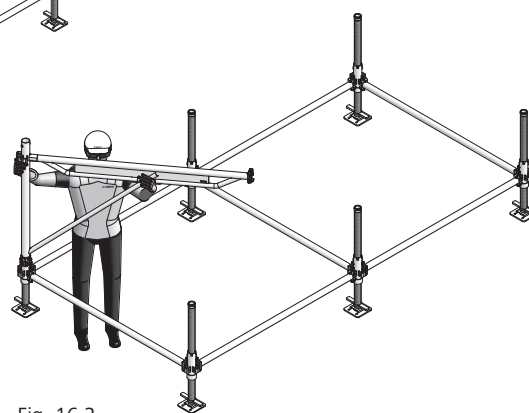

Fig. 16.2
- Insérer le cadre d'accès 100 MT sur le vérin de pied, de l'intérieur avec un angle de 45°, puis le faire pivoter vers l'extérieur pour arriver en butée (Fig. 16.2).